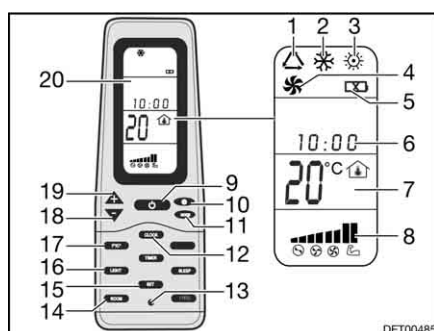

Fig. 214 Telecomando
- Premere il tasto ON/OFF (Fig. 214,9).
- Premere il tasto "Mode" (Fig. 214,11) spesso, finché la modalità desiderata (Fig. 214,1, 2, 3 o 4) viene visualizzata sul display (Fig. 214,20).
- Impostare la temperatura desiderata con i tasti "+" (Fig. 214,19) e "-" (Fig. 214,18).
- Con il tasto velocità dell'aria (Fig. 214,10) selezionare il livello desiderato per la ventola.